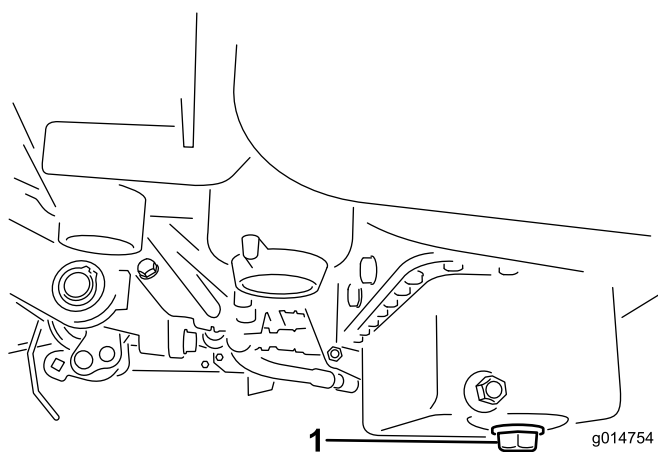

Figura 47
1. Togliete il tappo di spurgo e lasciate defluire l'olio in una bacinella. Quando l'olio cessa di defluire, rimontate il tappo (Figura 47).